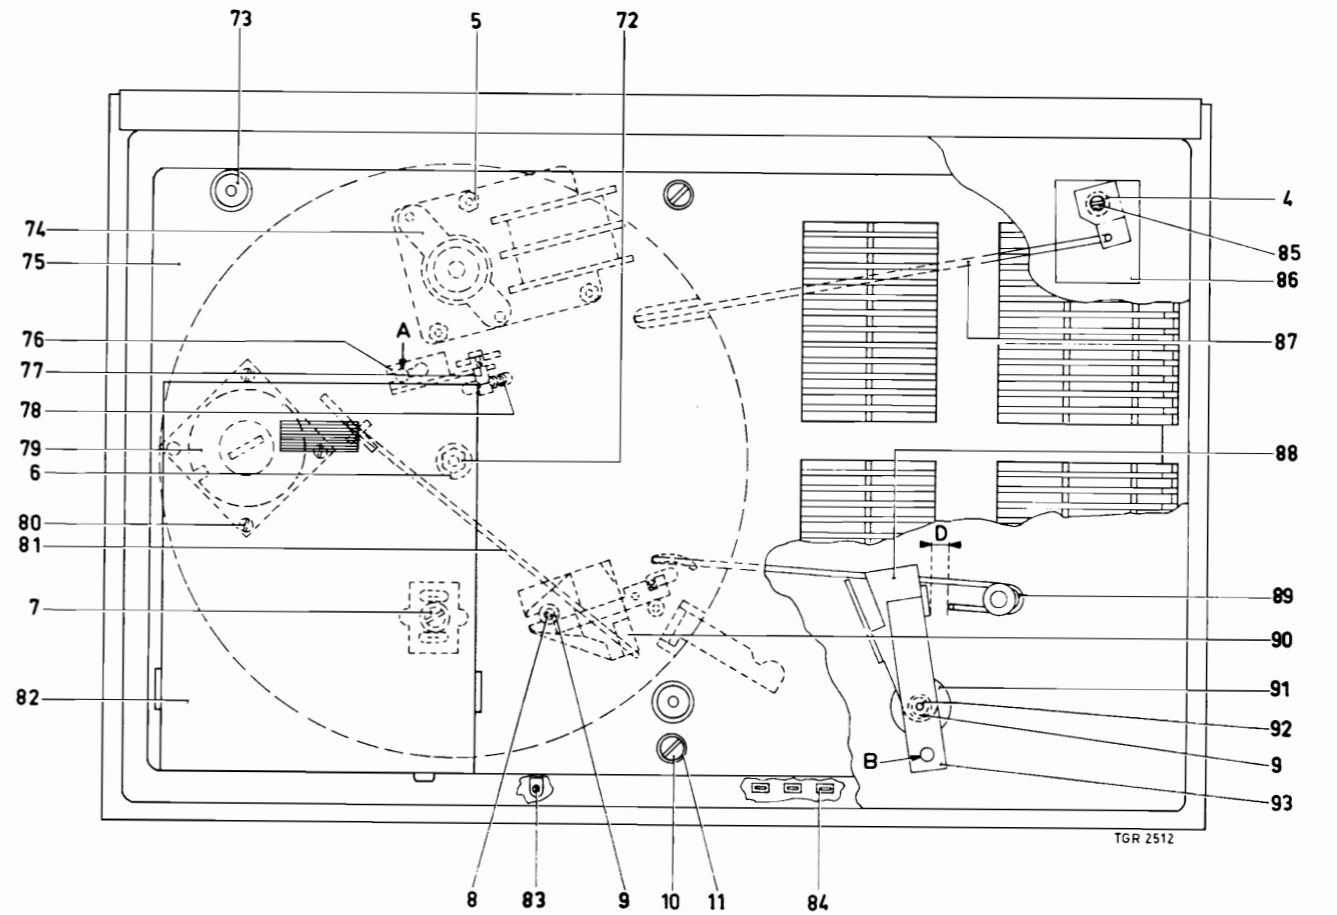

Fig. 2
a. Adjustment of the switch bar (item 89)
When the record player is switched off, the distance between the bracket, item 88, and the bar, item 89, should be at least 1 mm (pick-up arm on the pick-up arm support; see D, Fig. 2).
Der Abstand zwischen Bügel Pos. 88 und Stange Pos. 89 soll bei ausgeschaltetem Gerät wenigstens 1 mm betragen, wobei der Tonarm auf der Tonarmstütze liegt (siehe D, Abb. 2).
a. Instelling schakelstang (pos. 89)
De afstand tussen beugel pos. 88 en stang pos. 89 moet bij uitgeschakeld apparaat minstens 1 mm bedragen met de pick-up arm op de pick-up armsteun (zie D, fig. 2).
La distance entre l'étrier rep. 88 et la tige rep. 89 lorsque l'appareil est déclenché, doit être d'au moins 1 mm, le bras de la lecture devant reposer sur le support du bras (voir fig. 2, D); ce qui est réglable en courbant la tige rep. 89.